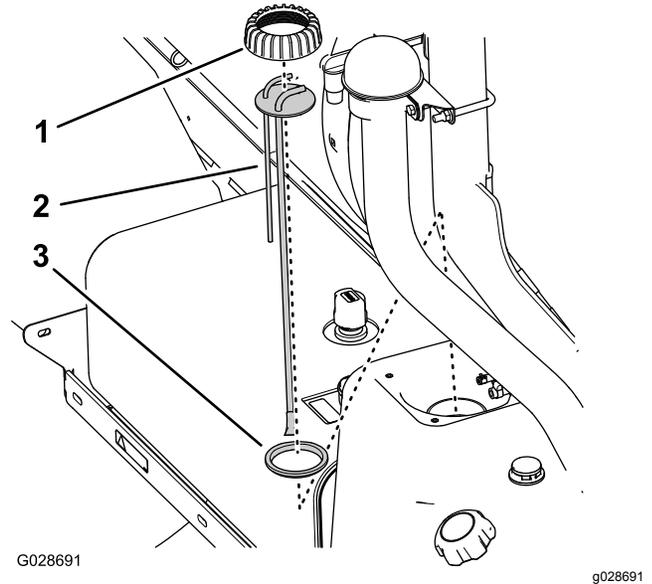

Figura 77
5. Gire el tapón del tubo montante en sentido antihorario, y retire el tapón (Figura 77).
6. Retire el conjunto de tuberías de combustible/aforador del depósito de combustible (Figura 77).
1. Coloque el tapón del conjunto de tuberías de combustible sobre las tuberías, y monte el conjunto de tuberías sobre la junta (Figura 77).
2. Alinee el tapón, el conjunto de tuberías y la junta con el depósito, e inserte el nuevo conjunto de tuberías de combustible con cuidado en el depósito de combustible (Figura 77).
- Enrosque el tapón en el cuello del depósito de combustible y apriételo a mano (Figura 77).